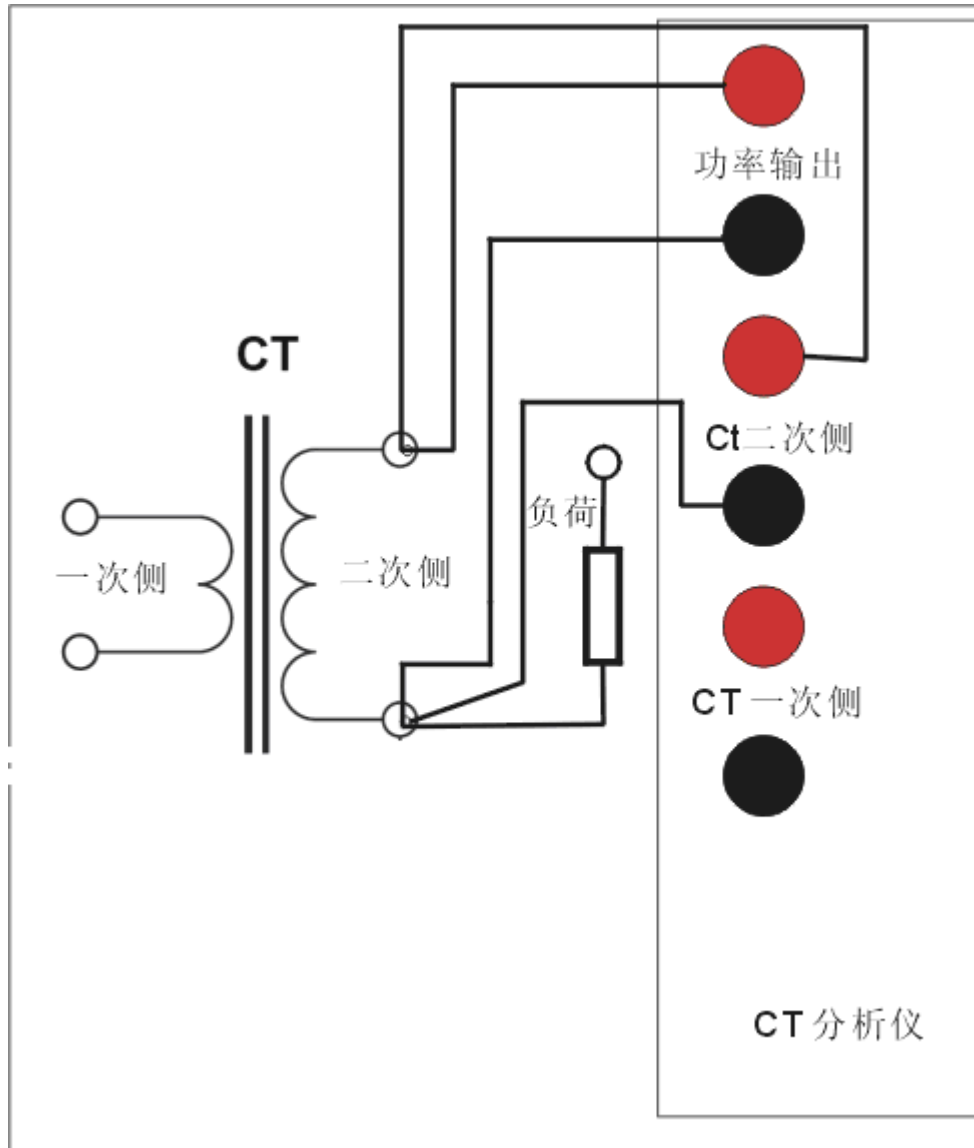

图 3.5 线圈电阻测量
在测量 CT 线圈的直流电阻时，请按照图 3.5 连接仪器和被测 CT。
- 2) 按照图 3.5 所示，断开被测 CT 二次侧和二次负荷的连接
- 3) 将 CPTT 分析仪功率输出和 CT 二次侧/PT 一次侧的黑色端子连接至 CT 二次侧的一端，参见图 3.5